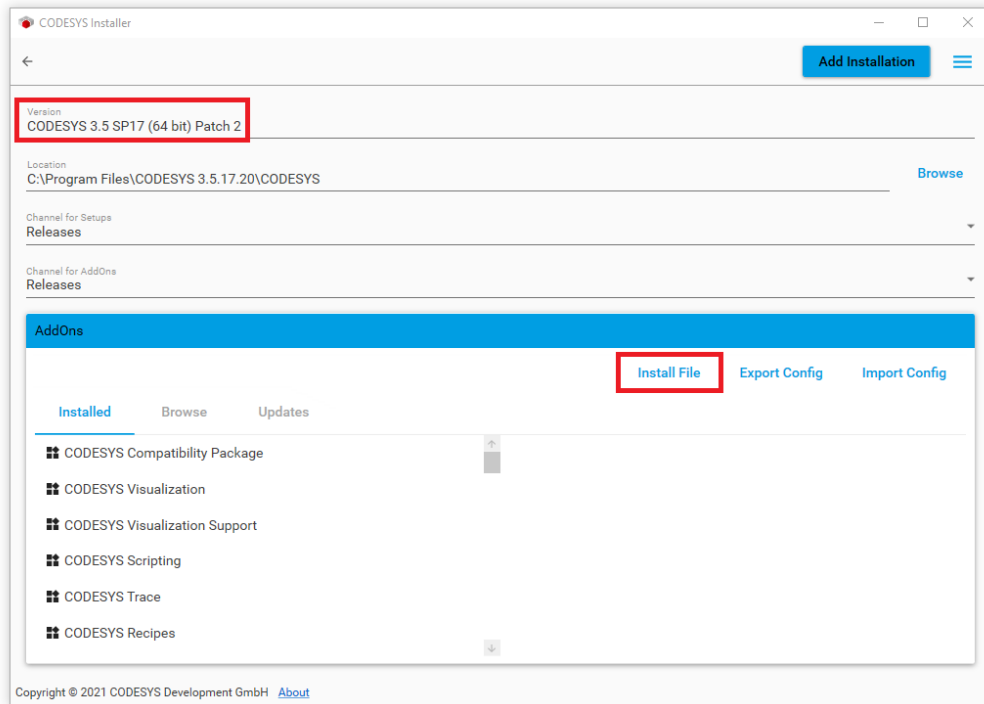

Figura 14.2: Instalación del paquete WEG para CODESYS
5) Será abierta una nueva ventana, donde podrá ser verificada la versión del software. Haga clic en **Install File** y busque el paquete del PLC500 bajado del sitio de WEG. Haga clic en OK y luego en Continue. El paquete será instalado. La Figura 14.2 en la página 14-3 muestra la pantalla con los datos mencionados.